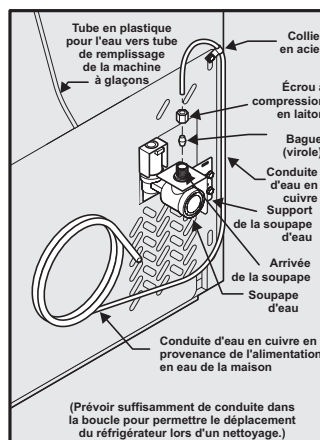

Figure 1
- 2 Mettez les capuchons d'extrémité de la poignée du congélateur sur les boulons à épaulement supérieurs et inférieurs préinstallés (A) qui sont fixés dans la porte, en vous assurant que les trous des vis de réglage sont vis-à-vis de la porte du réfrigérateur. (Reportez-vous à la figure 1.)
- 3 Tout en maintenant fermement la poignée contre la porte, fixez les vis de réglage Allen supérieures et inférieures (B) au moyen d'une clé hexagonale. (Reportez-vous à la figure 1.)
4. Si un tube en cuivre est utilisé - glisser un écrou à compression en laiton, puis une bague (raccord) sur la conduite d'alimentation en eau. Pousser la conduite d'alimentation en eau dans le robinet d'arrivée d'eau aussi loin que possible (6,4 mm - 1/4 po). Glisser la bague (raccord) dans le robinet d'arrivée et serrer à la main l'écrou à compression sur le robinet. Serrer d'un autre demi-tour à l'aide d'une clé; NE PAS trop serrer. Vous reporter à la figure 1.